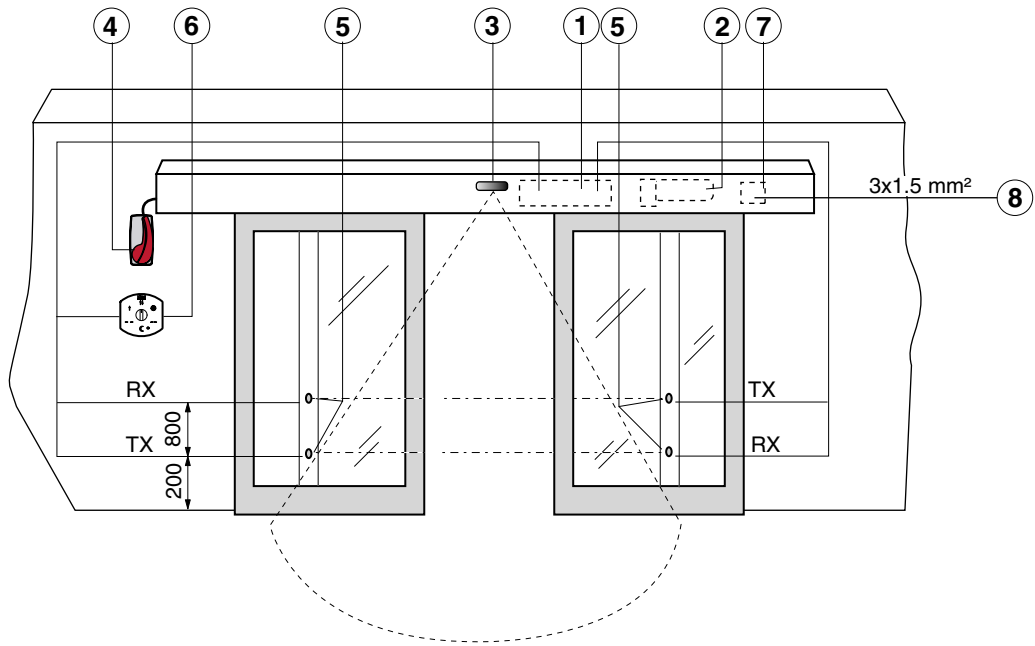

Fig. 1
2.1 RIFERIMENTI INSTALLAZIONE TIPO (fig. 1)